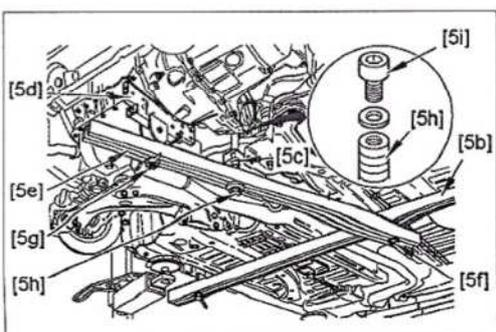

FIG. 10
- Apretar el tornillo (17).
- El soporte [5d] en la barra longitudinal [5e] con ayuda del tornillo [5g] (Fig.10).